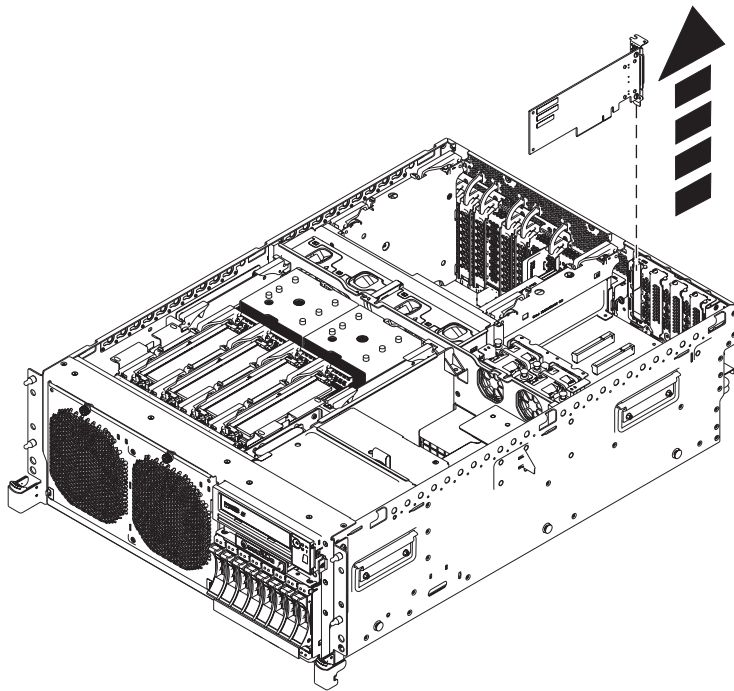
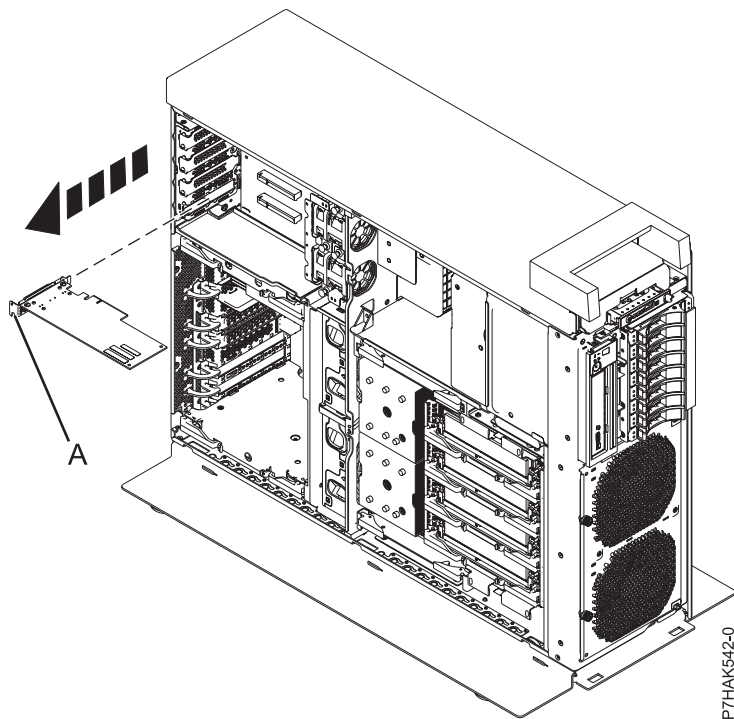

Abbildung 9. Ausbau eines PCI-Adapters aus einer Erweiterungsriserkarte in einem Einschubsystem
Abbildung 10. Ausbau eines PCI-Adapters aus einer Erweiterungsriserkarte in einem Standalone-System
13. Wenn Ihr System über eine Erweiterungsriserkarte verfügt, können Sie den flachen PCI-Adapter am Haltesteg (A) aus dem Steckplatz ziehen, wie hier Abb. 9 auf Seite 13 und hier Abb. 10 auf Seite 13 gezeigt.